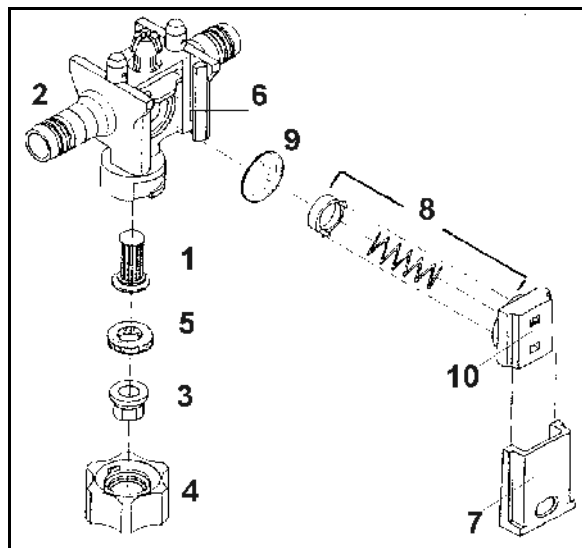

Рис. 151
Время от времени контролируйте посадку шибера (Рис. 151/7).
- Для этого задвиньте шибер в головку форсунки (Рис. 151/2) насколько позволит умеренная сила пальца.
1. Фильтр форсунки (Рис. 151/1) установите снизу в корпус форсунки (Рис. 151/2).
2. Форсунку (Рис. 151/3) вложите в байонетную гайку (Рис. 151/4).
3. Вложите резиновое уплотнение (Рис. 151/5) над форсункой.
Отложения в посадочном месте мембраны (Рис. 151/6) являются причиной для подтекания форсунок при отключенных штангах. Соответствующую мембрану необходимо чистить следующим образом:
1. Выдвиньте задвижку (Рис. 151/7) из корпуса форсунки (Рис. 151/2) по направлению к байонетной гайке.
2. Извлеките пружинный элемент (Рис. 151/8) и мембрану (Рис. 151/9).
3. Почистите посадочное место мембраны (Рис. 151/6).
Следите за правильным направлением установки пружинного элемента. Выступающие края, с правой и левой стороны корпуса пружинного элемента (Рис. 151/10) должны быть направлены при сборке в сторону профиля штанг.